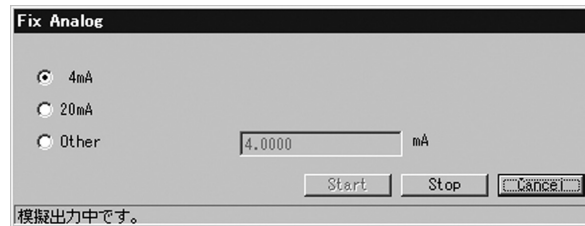

図59
- ④ 「OK」ボタンをクリックすると設定したアナログ値が出力されます。この模擬出力値の出力中は図59のように「模擬出力中です。」というメッセージが表示されます。